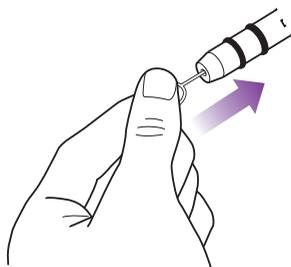

fig.29
- 3 Utilisez l'accessoire compris pour nettoyer la buse ou un petit morceau de métal rigide tel qu'un trombone et insérez l'extrémité à l'intérieur de l'ouverture de la buse. Voir l'illustration ci-dessus. (fig. 29)